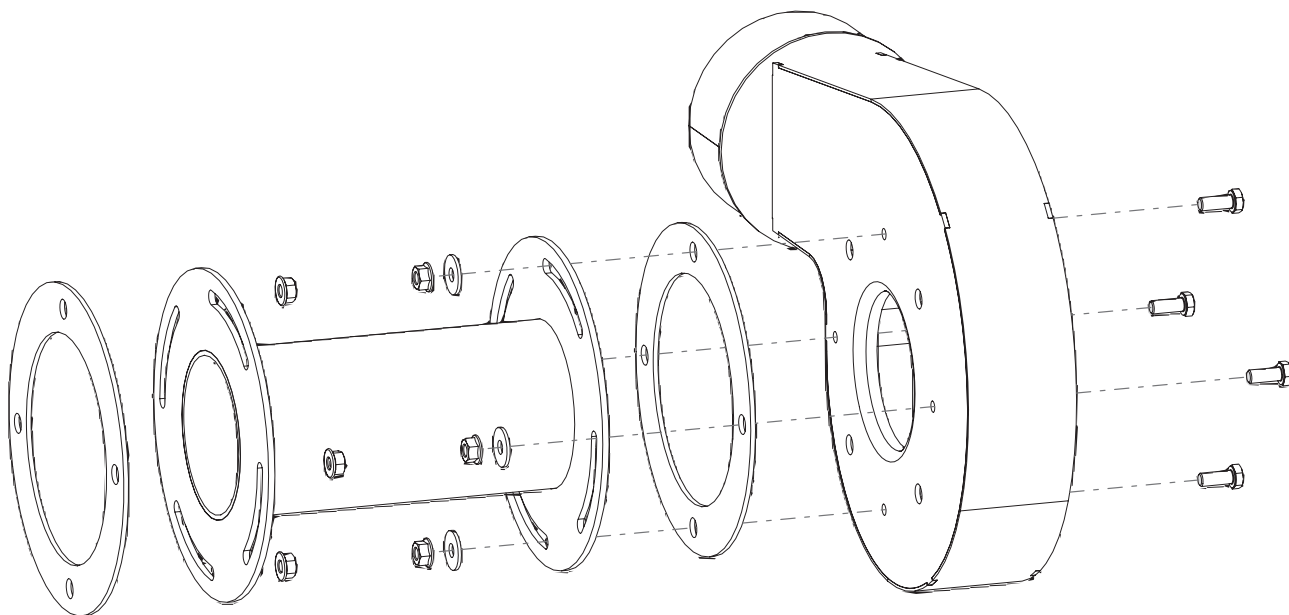

Fig. 61 Montare l'alloggiamento del ventilatore sull'adattatore
- ▶ Inserire dapprima le 4 viti a testa esagonale M8x16 allegate nell'alloggiamento del ventilatore dall'interno, quindi fissare l'alloggiamento del ventilatore all'adattatore con la guarnizione, 4 dadi e le rondelle – Fig. 61.